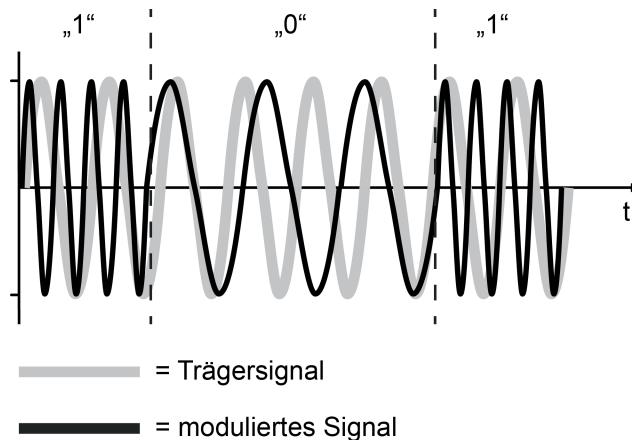

Bild 26: Frequenzumtastung als Modulationsverfahren (FSK = Frequenz Shift Keying)
Eine elektromagnetische Welle mit konstanter Amplitude und Frequenz transportiert noch keine Information. Um dies zu erreichen, muss der Sender die Amplitude oder die Frequenz der Welle nach einem vereinbarten Verfahren ständig verändern und dem Trägersignal in dieser Weise die Information aufmodulieren. Bei KNX RF wird die Modulationsart "Frequenzumtastung" (FSK = engl. Frequency Shift Keying) verwendet. (Bild 26). Die Frequenzumtastung ist eine Variante der Frequenzmodulation (FM) und für die Übertragung digitaler Informationen geeignet. Es werden zeitlich kodiert zwei in ihrer Frequenz unterschiedliche Signale gesendet, um dem Empfänger die logischen Zustände "0" und "1" mitzuteilen. Eine Frequenzumtastung ist unempfindlich gegen Störungen. Selbst starke Übertragungsverluste bei der Signalamplitude wirken sich nicht nachteilig auf das Demodulieren der übertragenen Information aus.